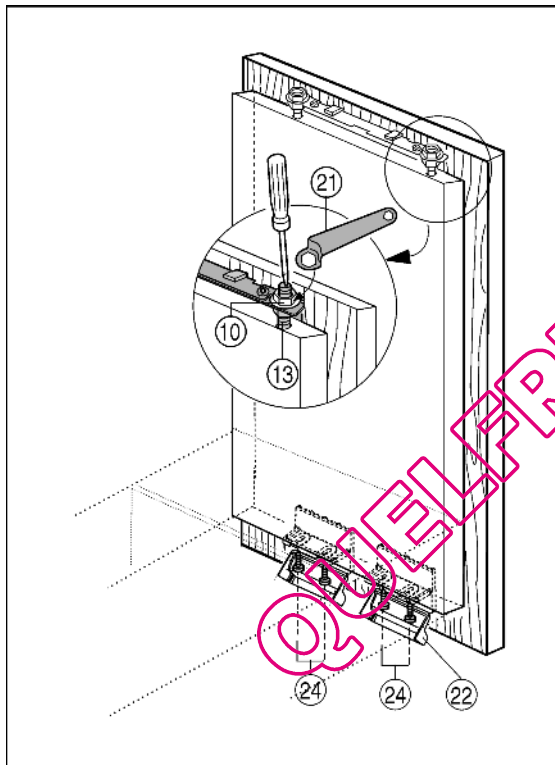

Fig. 18
- ▶ Régler le jeu de la porte du placard en profondeur **Z**: dévisser les vis Fig. 17 (15) du haut et les vis Fig. 18 (24) du bas, puis déplacer la porte.
- ▶ Serrer les contre-écrous Fig. 18 (10) avec la clé polygonale Fig. 18 (21) en bloquant les boulons d'ajustement Fig. 18 (13) à l'aide d'un tournevis.